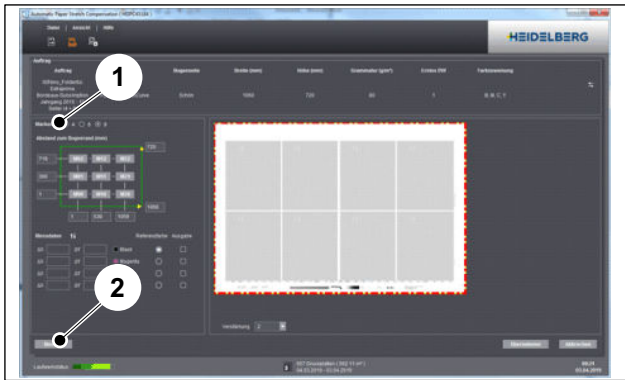

Abb. 16 Dialogfenster Messdaten
Das Dialogfenster für die Messdaten (Abb. 16) wird angezeigt.
5. Stellen Sie im Auswahlbereich **Marken** die Anzahl der Messmarken ein (4, 6 oder 9) (Abb. 16/1).
6. Wählen Sie die Taste *Messen* (Abb. 16/2).